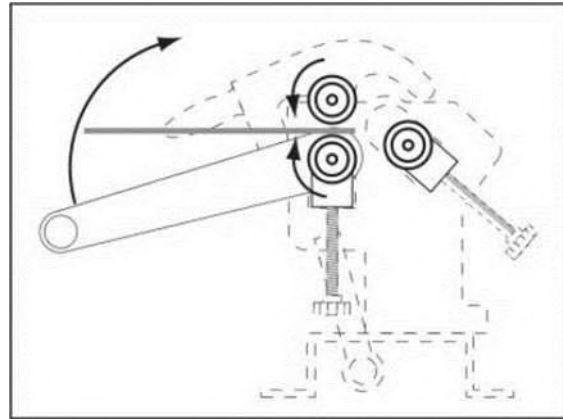

Рис. 14 Подача заготовки
- Поворачивайте кривошипную рукоятку по часовой стрелке для подачи заготовки, пока ее передний край не будет находиться непосредственно над задним роликом, как показано на Рис. 14.